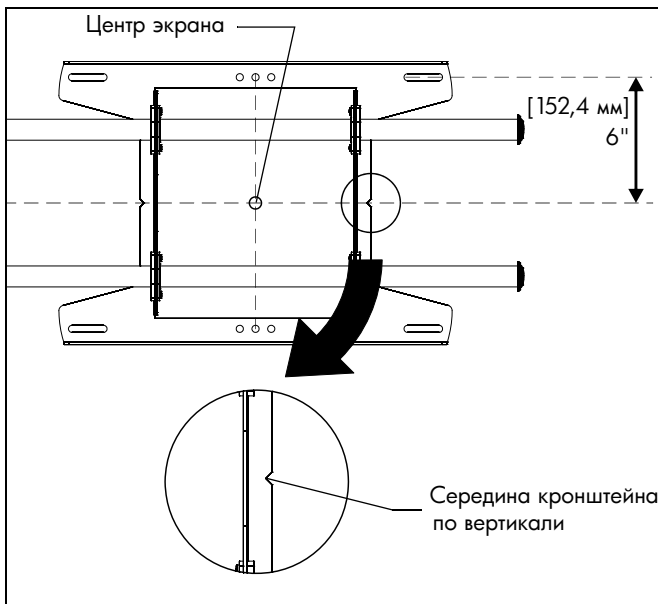

рис. 1
3. Совместите прорези на креплении с отметкой середины экрана, чтобы определить середину по вертикали. (См. рис. 1)
2. Совместите прорези на креплении с отметкой середины экрана, чтобы определить середину по вертикали. (См. рис. 1)
3. Отмерьте 152,4 мм вверх от средней линии и отметьте место верхнего монтажного отверстия. (См. рис. 1)